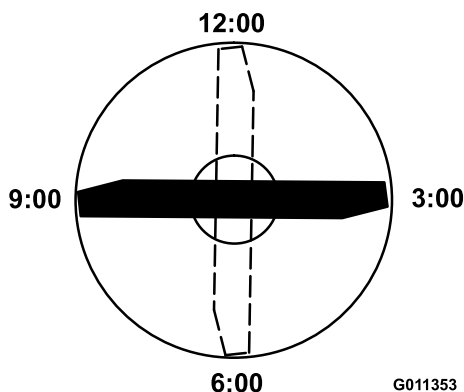

Figura 69
3. Orientate il tagliente dell'estremità marcata della lama sulla posizione a ore 12 (esattamente in avanti, nel senso di falciatura) e misurate l'altezza tra il banco e il tagliente della lama (Figura 69).
4. Ruotate l'estremità marcata della lama sulle ore 3 e sulle ore 9 e misurate le rispettive altezze (**Figura 69**).